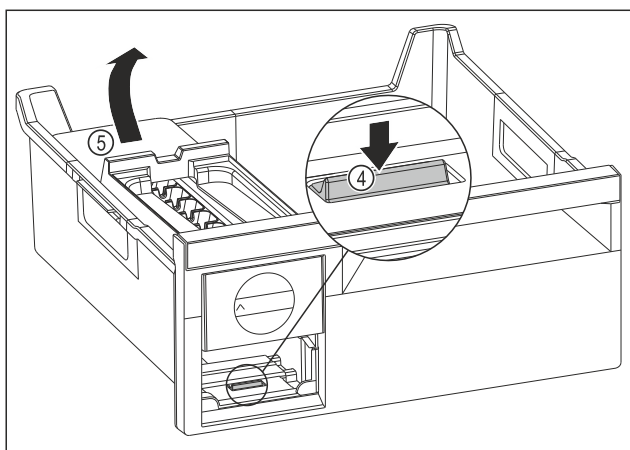

Fig. 110
- Retirer le corps de l'EasyTwist-Ice : Avec le doigt, pousser la languette Fig. 110 (4) vers le bas tout en soulevant de l'autre main le corps de l'EasyTwist-Ice Fig. 110 (5) depuis l'arrière.